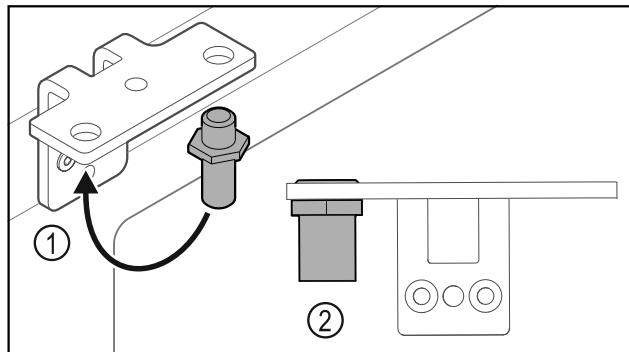

Fig. 36
▶ 调换合页角铁中的螺栓 Fig. 36 (1)。
▶ 用 **12 Nm** 的扭矩拧紧螺栓 Fig. 36 (2)。